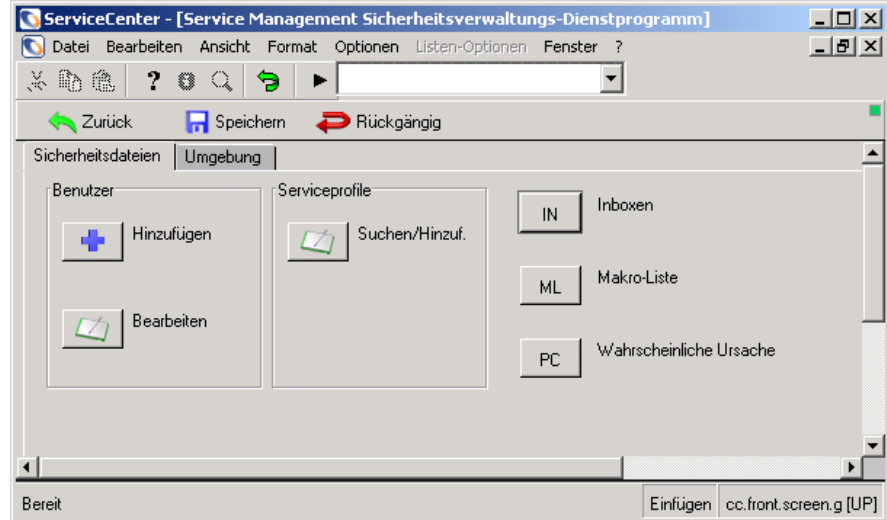

Abbildung 3-3: Service Management Sicherheitsverwaltungs-Dienstprogramm
- 2 Klicken Sie auf **Sicherheitsdateien**. Abbildung 3-3 zeigt das Menü **Service Management Sicherheitsverwaltungs-Dienstprogramm**.